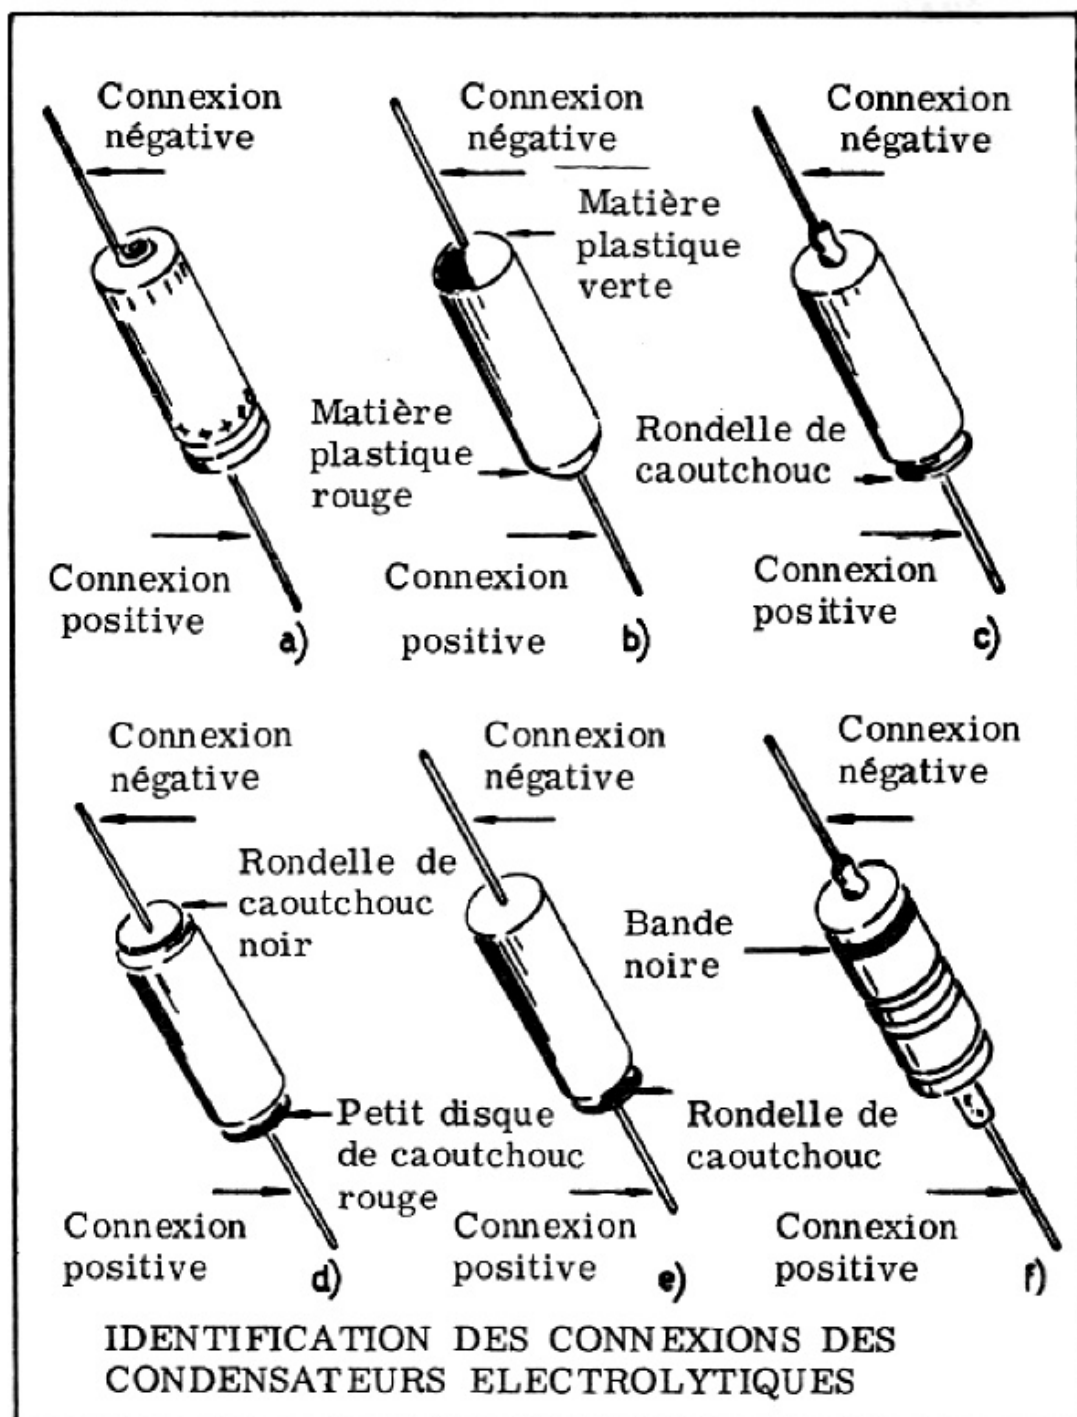

Figure 4
Les polarités peuvent aussi être indiquées de plusieurs autres façons, comme représenté *figure 4*.
La *figure 4 - a* montre le condensateur électrolytique normal, portant en clair l'indication des polarités.
Sur la *figure 4 - b* le pôle positif se trouve à l'extrémité colorée en rouge, alors que le pôle négatif, du côté opposé, est peint en vert.
Sur la *figure 4 - c* le pôle positif est repéré par une rondelle de caoutchouc placée sur le corps du condensateur.
La *figure 4 - e* montre un type de condensateur similaire à celui de la *figure 4 - c*, mais de forme légèrement différente ; ici aussi le pôle positif est repéré par une rondelle de caoutchouc.
La *figure 4 - f* représente un autre type de condensateur dans lequel le pôle négatif est repéré par un petit cercle noir à son extrémité.
f) Disposez le condensateur électrolytique C1 de 250 μ F entre l'oeillet de la cosse CA4 et la languette de la cosse CA8. Soudez le pôle positif (que vous pourrez reconnaître en vous reportant à la *figure 4*) sur la languette de la cosse CA8 - et le pôle négatif sur l'oeillet de la cosse CA4.